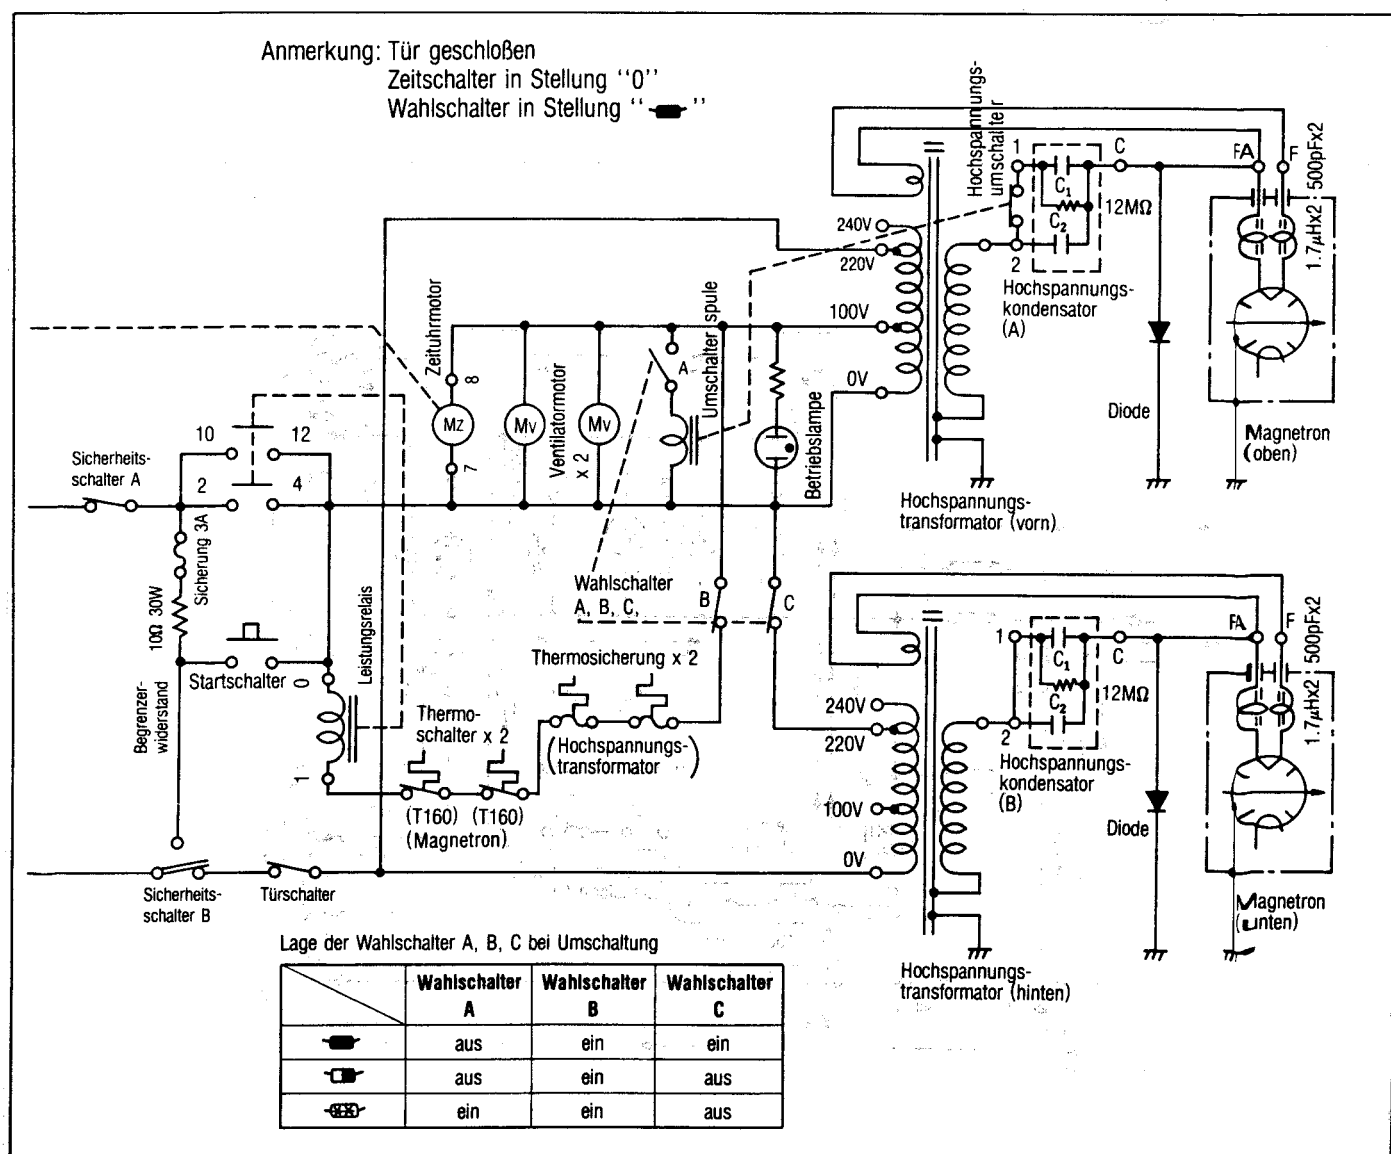

Abb. 2
- (B) Die Arbeitskontakte von Sicherheitsschalter B schließen. Normalstellung: offen.
- (C) Die Kontakte von Sicherheitsschalter A und Türschalter schließen.
- (A) Die Kontakte von Wahlschalter A öffnen; die Kontakte von Wahlschalter B und C sind geschlossen. Siehe **Abb. 2**.